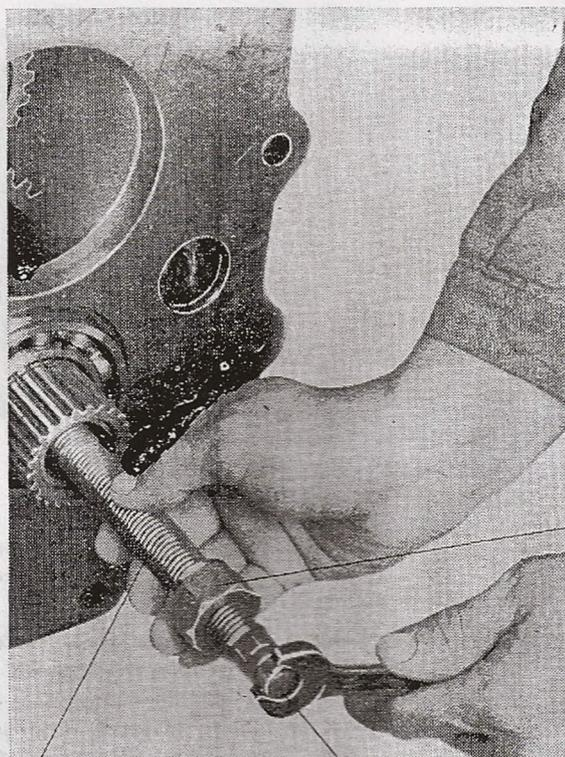
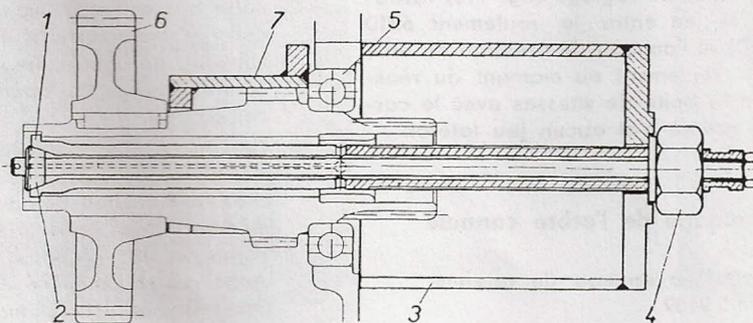

Fig. 121
Fig. 122
1. Emmancher dans l'arbre creux du démultiplicateur l'extracteur d'un montage spécial (fig. 121/1) de telle façon qu'il prenne appui par sa facette épaulée (fig. 122/1) sur l'évidement de l'arbre creux et à l'aide de la vis (fig. 121/2) attirer le cône (fig. 122/2) dans l'extracteur.
2. Passer le tube entretoise (fig. 122/3) entre la paroi arrière de la boîte de vitesses et l'écrou (fig. 122/4).
Serrer l'écrou (fig. 122/4) pour expulser l'arbre creux du démultiplicateur en bloc avec le roulement 6210 (6208, 6310 — fig. 122/5) hors de la paroi arrière de la boîte de vitesses. Ce faisant on chasse aussi l'arbre creux avec le pignon toujours en prise du démultiplicateur (fig. 122/6) hors du roulement 6210 N (6208 N, 6310 N) qui demeure dans la paroi intérieure de la boîte de vitesses.
3. Au moment de retirer l'arbre creux du démultiplicateur hors de la boîte de vitesses mettre entre le pignon toujours en prise du démultiplicateur et la cloison de la boîte de vitesses l'entretoise (fig. 122/7) faisant partie de l'extracteur du pignon toujours en prise du démultiplicateur et serrer l'écrou (fig. 122/4) de l'extracteur pour déposer le pignon toujours en prise du démultiplicateur hors de l'arbre creux.